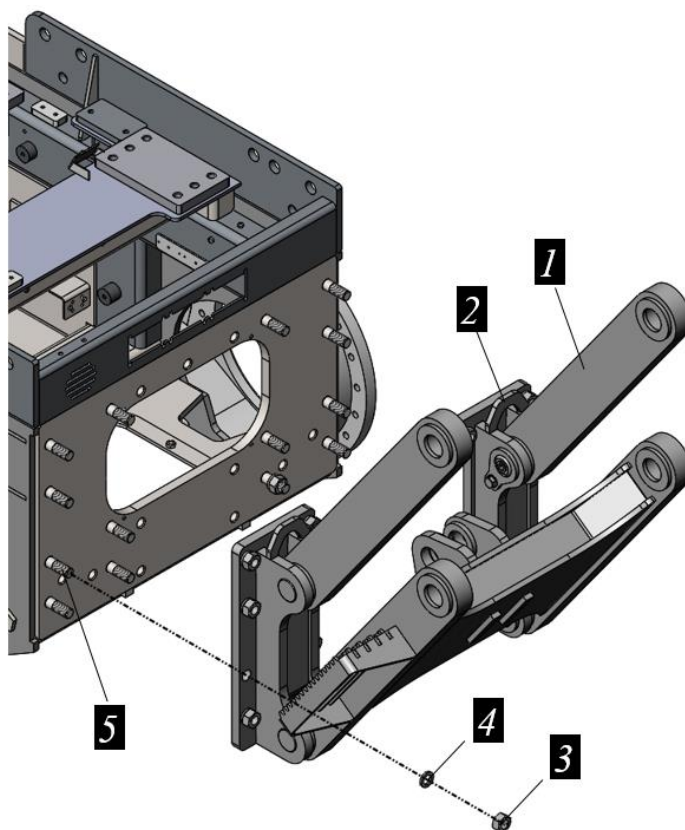

Рисунок 13.20. Звено в сборе
- Используя проушины 2 поднять звено 1, рис. 13.20;